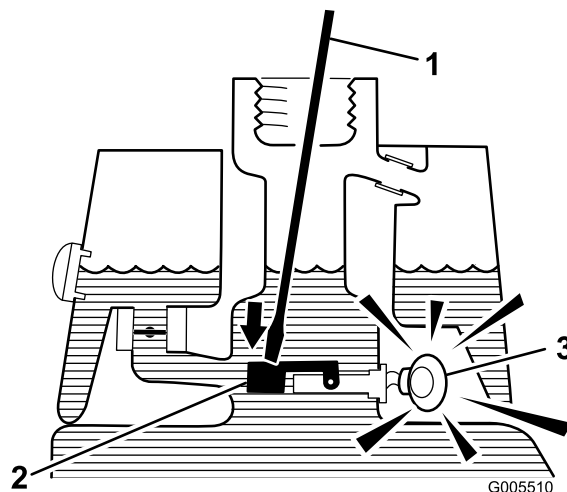

Figura 28
- Insira uma barra ou uma chave de parafusos no bocal do depósito e empurre com cuidado o comutador de bóia (Figura 28). O alarme deverá ser ativado ao fim do período de desfasamento de um segundo.